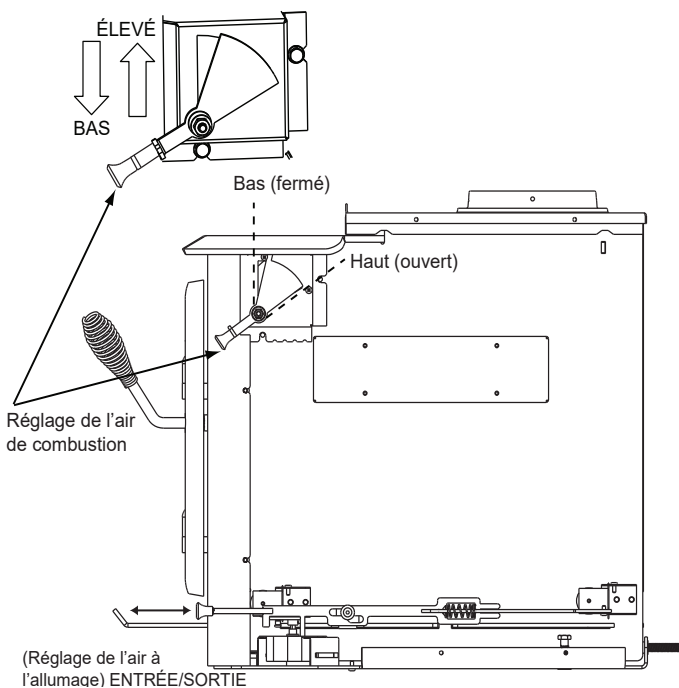

Figure 14.1 - Activer la minuterie
- Si la commande est tout en haut, elle est sur le réglage maximum; si elle est tout en bas, elle est sur le réglage minimum (**Figure 14.1 on page 14**).